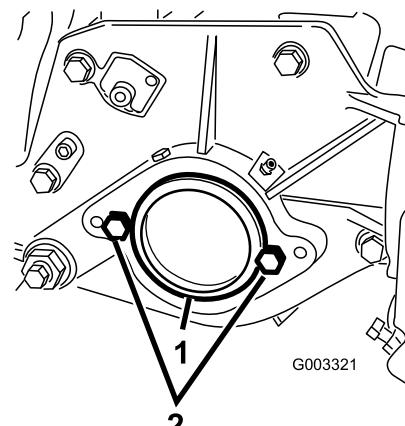

Figure 12
- A l'extrême droite du plateau de coupe, retirez l'obturateur en plastique du logement de roulements (Figure 12).
- Enlevez les 2 vis de la plaque latérale droite (Figure 12).
- Vis (2)
- Placez les 2 vis de fixation du moteur de cylindre sur la plaque latérale gauche du plateau de coupe sans les serrer (Figure 12).